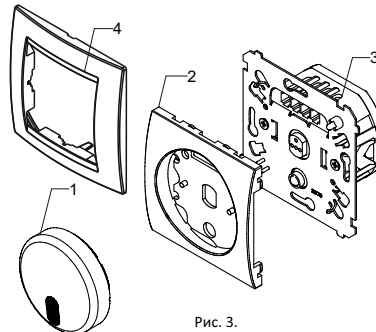

Рис. 3.
Снимите кнопку (1) и крышку регулятора (2) с рабочего блока (3). Подключите регулятор (3) согласно схемам, приведенным выше. Вставьте регулятор в монтажную коробку и закрепите его там и далее собирайте в обратном порядке(рис. 3).